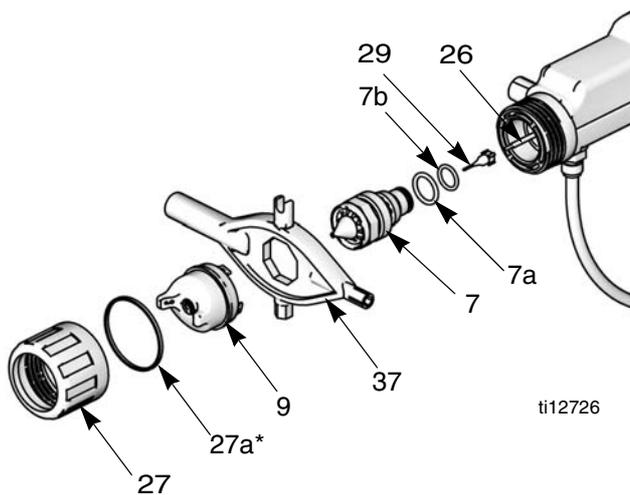

Fig. 13. Sustituya el casquillo/boquilla de aire
3. Retire el anillo de retención (27) y el cabezal de aire (9). Véase la FIG. 13.
4. Apunte hacia arriba la parte delantera de la pistola y apriete el gatillo mientras saca el conjunto de la boquilla (7) con la herramienta multiusos (37).
3. Desenrosque la aguja de fluido (29). Sujete el extremo de la varilla prensaestopas (26) para evitar que gire, FIG. 13.